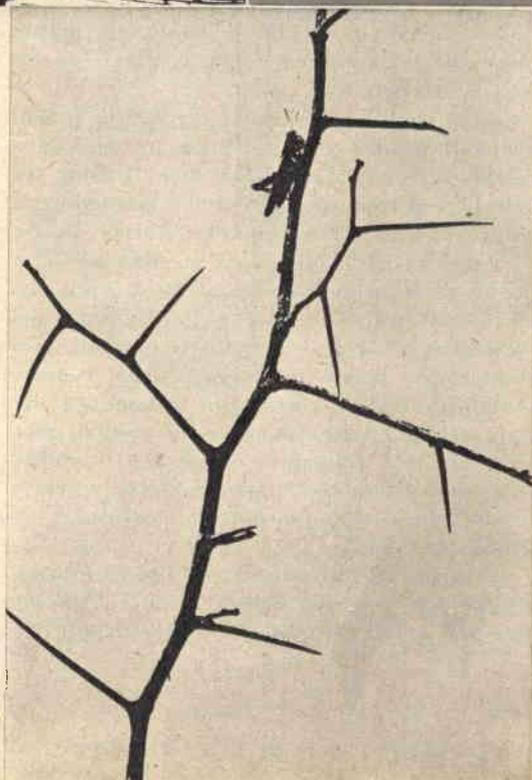

Fig. 5
*Fig. 5 - I soggetti più semplici e più evidenti alla natura sono i più idonei per questo tipo di foto. L'immagine del grillo sull'arbusto è come si può notare di vera efficacia.*